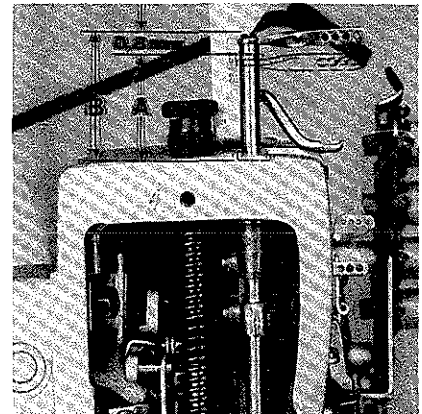
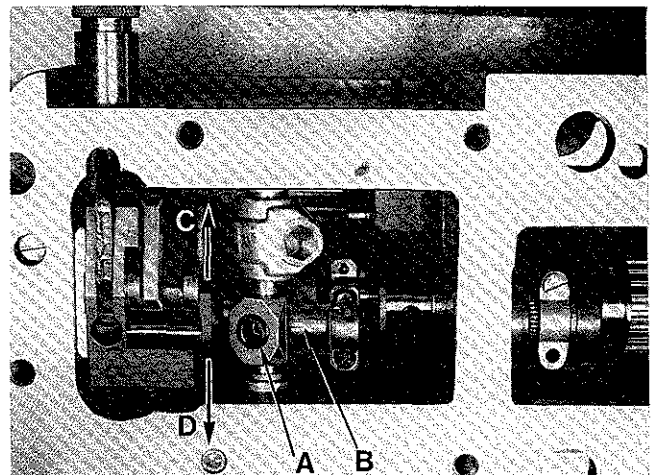

Fig. 67
Fig.68
3. Measure dimension "A", Fig. 67 with a slide rule and note it.
6. Measure dimension "B", Fig. 67.
The machine is synchronized correctly if dimension "B" is 0,8 - 1 mm (.032-.040 in.) larger than dimension "A" (see Fig. 67).
2. Loosen screw (A, Fig. 68).
3. If the difference between dimension "A" and dimension "B" (Fig. 67) is less than 0,8 - 1 mm (.032-.040 in.), lever (B, Fig. 68) must be moved in the direction of the arrow towards "D". If the difference is more than 0,8 - 1 mm (.032-.040 in.), lever (B) must be moved in the direction of the arrow towards "C".
3. Messen Sie mit einer Schieblehre das Maß "A", Fig. 67 und merken Sie es sich.
6. Messen Sie das Maß "B", Fig. 67.
Ist das Maß "B" um 0,8 - 1 mm größer als das Maß "A", ist die Maschine richtig synchronisiert (siehe Fig. 67).
2. Lösen Sie die Schraube (A, Fig. 68).
3. Ist der Unterschied zwischen Maß "A" und Maß "B" (Fig. 67) kleiner als 0,8 - 1 mm muß der Hebel (B, Fig. 68) in Pfeilrichtung nach "D" verschoben werden. Ist der Unterschied größer als 0,8 - 1 mm muß der Hebel (B) in Pfeilrichtung nach "C" verschoben werden.